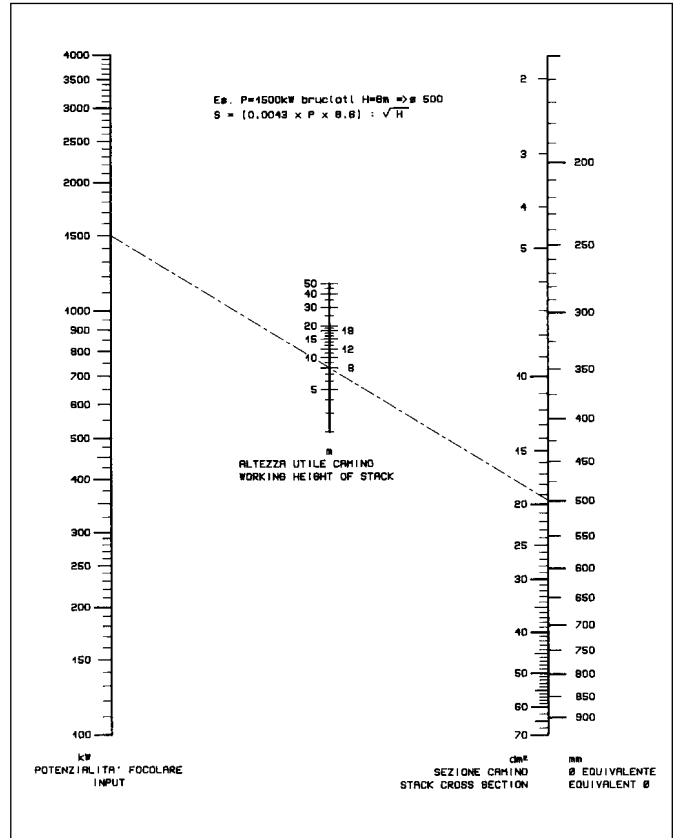

Рис. 12
**ДИАГРАММА РАСЧЕТА ДЫМОВОЙ ТРУБЫ ДЛЯ КОТЛОВ, РАБОТАЮЩИХ ПОД ДАВЛЕНИЕМ (Рис.12)**